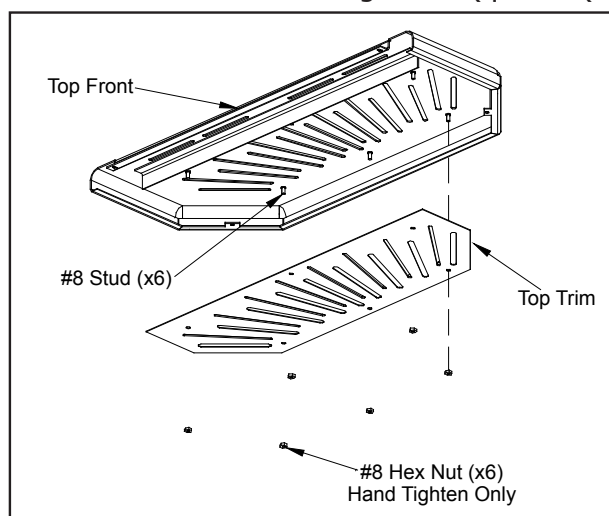

Figure 36: Top avant avec garniture supérieure
REMPLACEMENT DU TOP TRIM: Placez la nouvelle garniture sur ses plots correspondants (voir Figure 36) et serrer les écrous hexagonaux six (6) # 8.